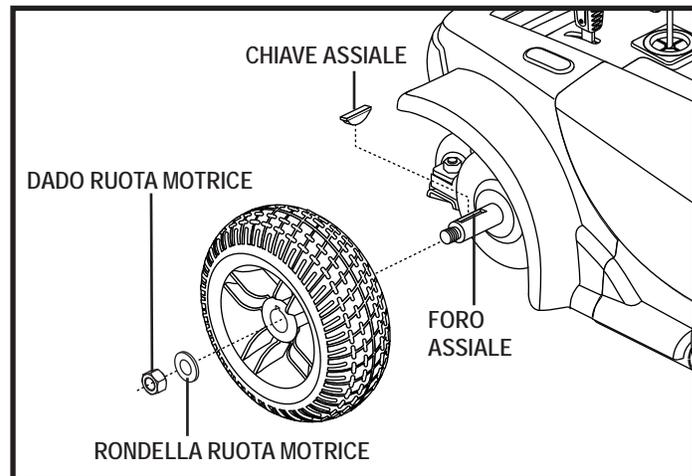

Figura 20. Ruota motrice della Go-Chair
3. Rimuovere la ruota motrice dal mozzo della ruota. **Verdere figura 20.**